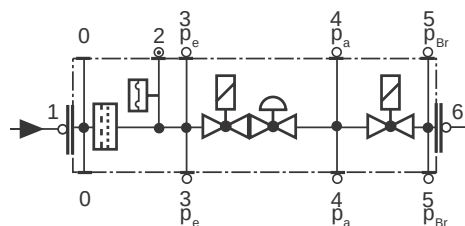

Fig. 57
- Pulire o sostituire il filtro se la differenza di pressione fra i punti 1 e 3 (Fig. 57) è  $\Delta p > 10$  mbar.
- Pulire o sostituire il filtro se la differenza di pressione fra i punti 1 e 3 (Fig. 57) risulta raddoppiata dall'ultimo controllo.